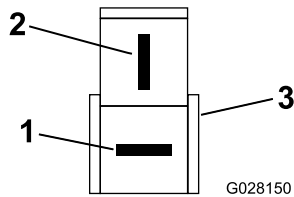

Figura 11
3. Spingete il blocchetto porta maschio a 2 vie sui morsetti del cavo della targa (Figura 11).